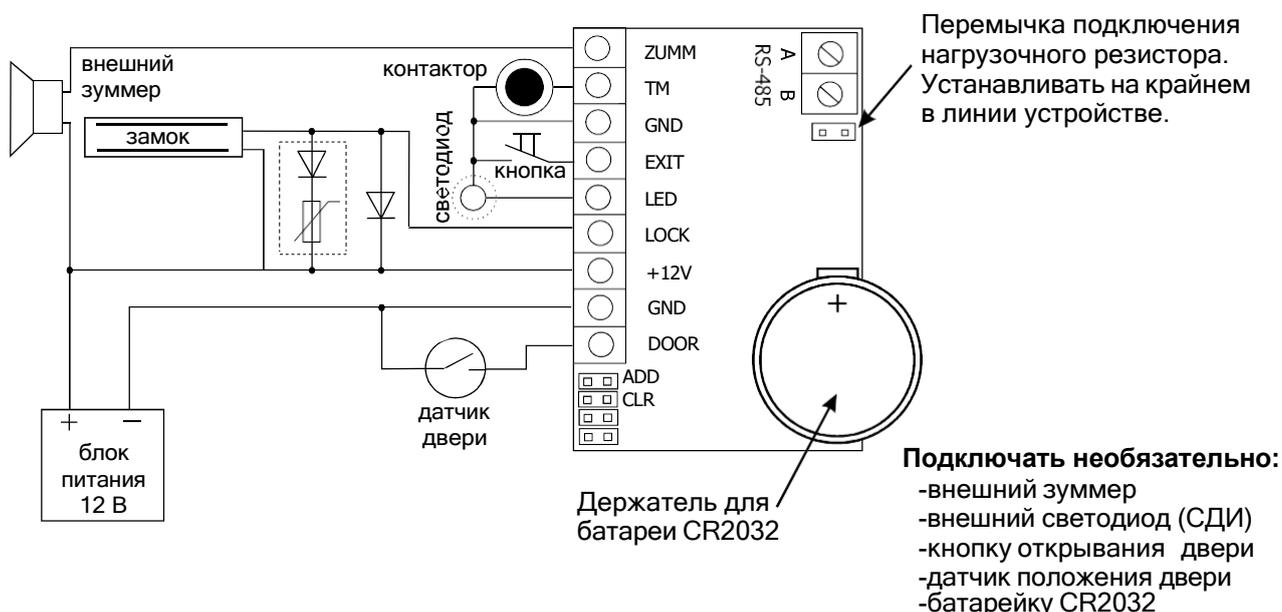

Рис.2 Схема подключения внешних устройств
- на входе - считыватель Matrix-II (или считыватель CP-Z-2 (мод. MF) при скрытой проводке) (см. рис.2, 3);
Б. Вход - по картам стандарта EM-Marine, выход - с помощью кнопки открывания замка (см. рис.2, 3):